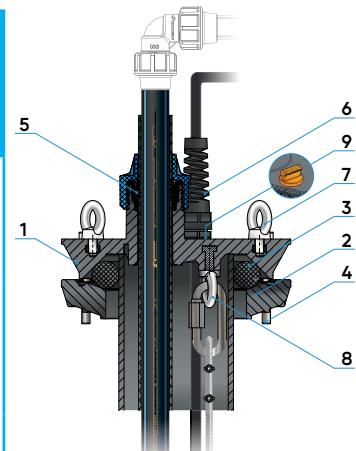

Рисунок 1
### 4.1 Устройство оголовка (рисунок 1):
Оголовок скважинный ОСП «ХИТ» (рисунок 1) состоит из основания (1), прижимного фланца (2), резинового кольца (3) и комплекта стяжных болтов (4) с шайбами и гайками. Основание представляет собой пластмассовую деталь, на которой установлены: цанговый зажим (5) для напорной полиэтиленовой трубы; гермовод (6); два верхних рым-болта (7); один нижний рым-болт с карабином (8) для крепления троса; заглушка (9) для закрепления троса от сливного клапана или для установки дополнительного оборудования.